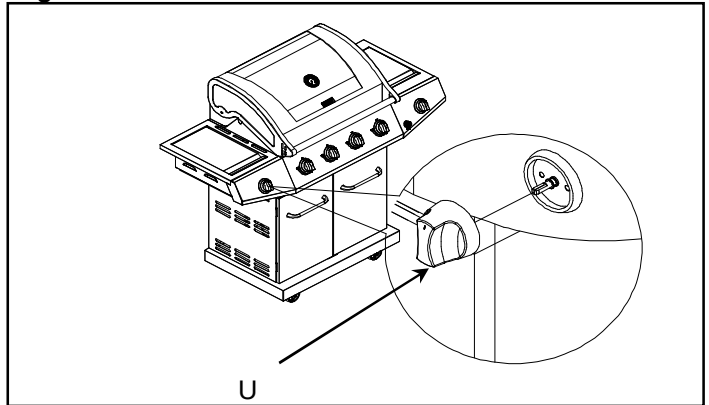

Fig.21
- (b) À l'aide de (2) vis cruciformes (AA), (2) Rondelle plate (DD), fixez l'étagère du brûleur latéral (O) au capot du gril à partir de l'intérieur de la chambre de cuisson. Insérez (1) vis cruciforme (CC) pour fixer le panneau avant de l'étagère du brûleur latéral au panneau de commande. Voir la Fig.21. Serrez bien les deux vis desserrées pour fixer fermement l'étagère à la chambre de cuisson.
- (f) Branchez le fil d'allumage dans le fil de l'allumeur suspendu de l'électrode sur la face inférieure du brûleur. Voir la Fig.21.